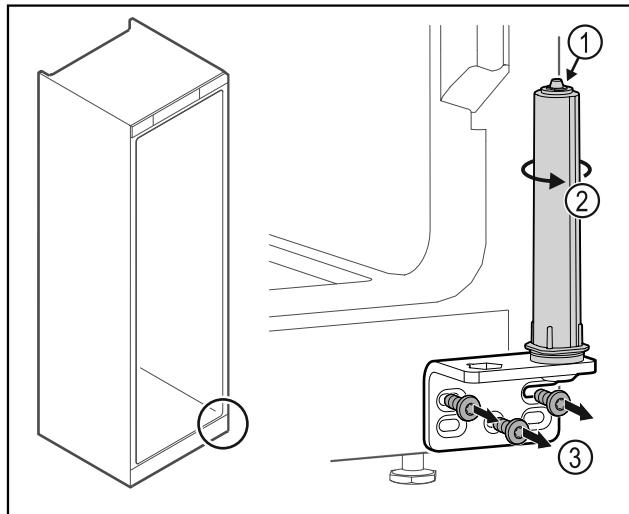

Fig. 33
- Ne rastavljajte sustav zatvaranja vrata Fig. 33 (1).
- Okrećite sustav zatvaranja Fig. 33 (2) dok ne klikne.
- Odvrnite kutne šarke Fig. 33 (3).